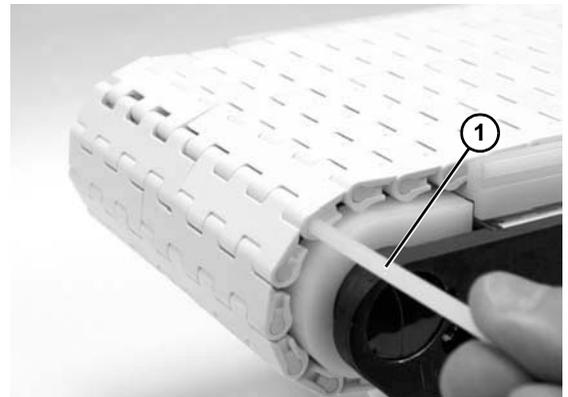

Abbildung 39
4. Das Band verbinden und dafür die Kunststoffstange (Abbildung 39, Teil 1) durch das Seitenloch schieben.